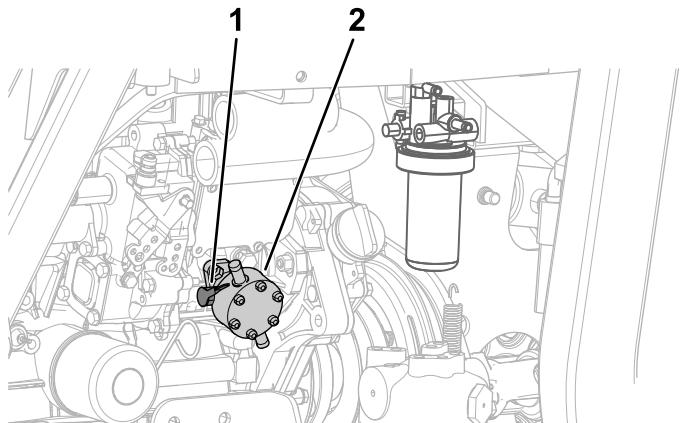

Figura 64
Sul lato sinistro del motore, agite sulla leva della pompa del carburante fino a riempire il pozzetto del filtro del carburante (Figura 64).
7. Agite sulla leva della pompa del carburante finché non vedrete fuoriuscire un flusso solido di carburante attorno alla vite; fate riferimento alla Figura 64 in Innesco dell'impianto del carburante \(pagina 54\).